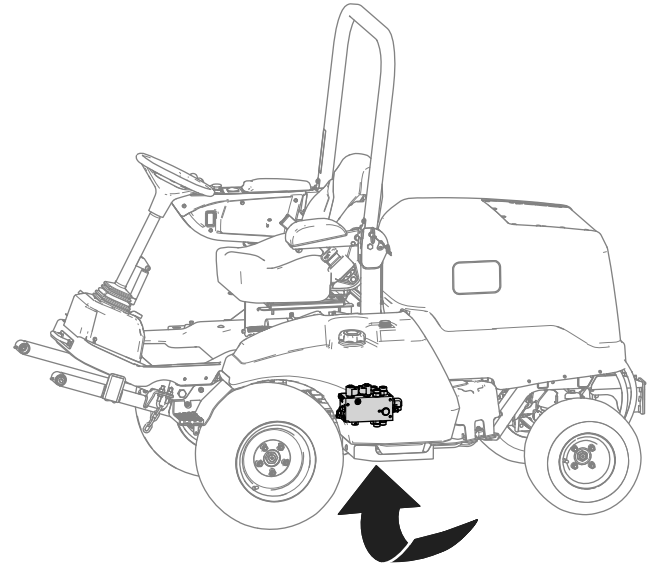

Figura 22
3. Localice el distribuidor de elevación desde debajo de la máquina (Figura 22).